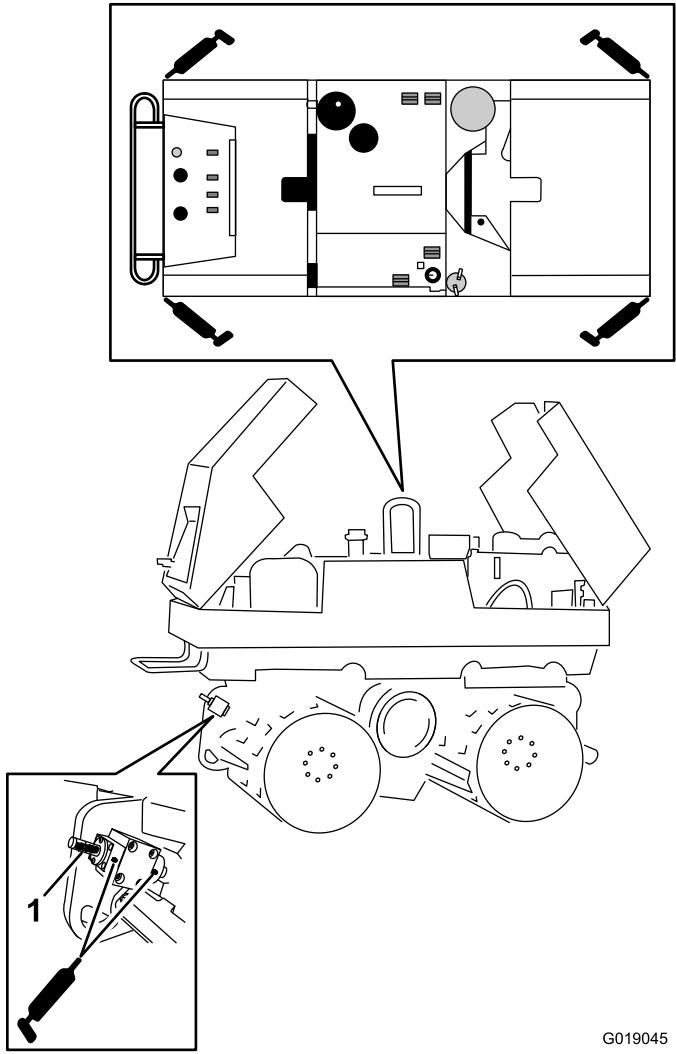

Figura 54
3. Conecte una pistola de engrasar a los engrasadores (Figura 54).